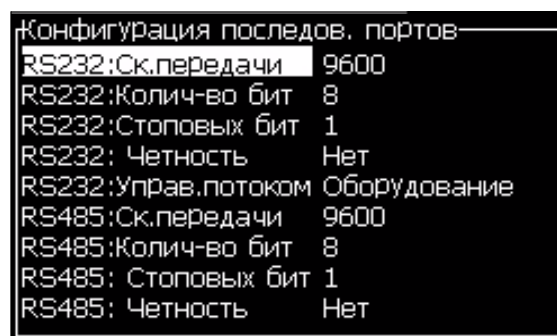

Рисунок 4-20: Диалоговое окно *“Configure Serial Ports”* (конфигурирование последовательных портов)
- 2 Выберите опцию *“Serial Port Configuration”* (конфигурирование последовательного порта), и нажмите кнопку *“Enter”* (ввод). Появится диалоговое окно *“Configure Serial Ports”* (конфигурирование последовательных портов) (смотрите Рисунок 4-20).